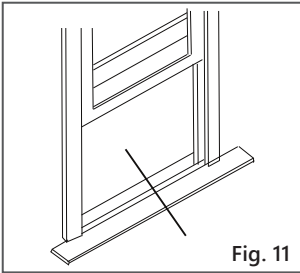

Fig. 11
- A. Abra la ventana y marque el centro del alféizar de la ventana, como se muestra (Fig. 11).